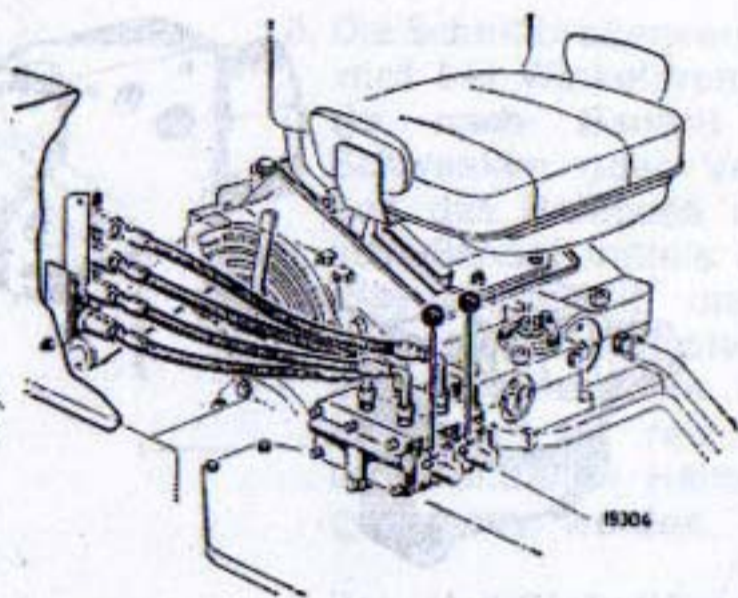

Bild 56
- 4 Schlauchanschlüsse = 2 doppelt wirkende Steuergeräte (Bild 56).